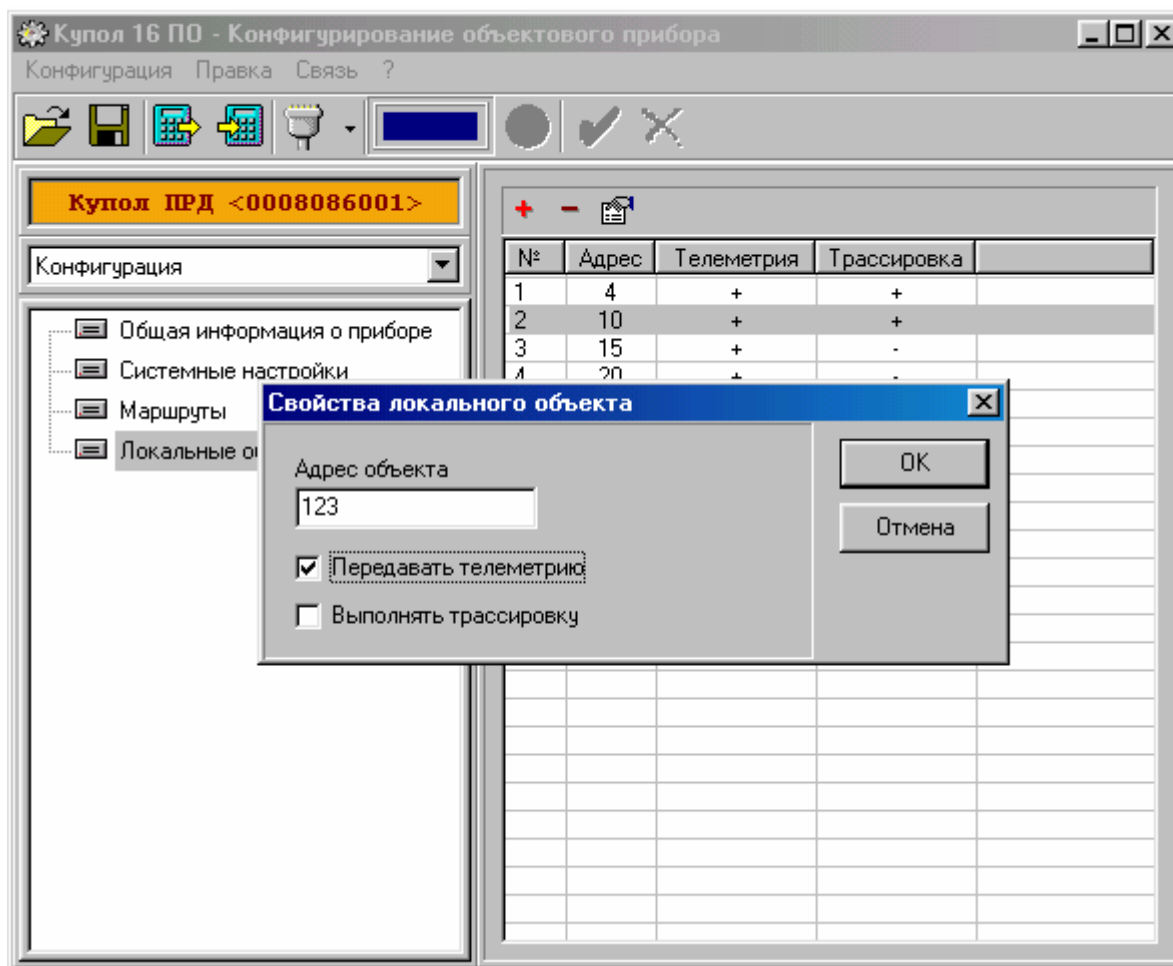

Рис. 10.6. Типовое окно создания нового локального объекта.
10.2.4.2.6.1. Для создания нового маршрута нажмите кнопку  в окне редактирования локальных объектов, после чего программа конфигурирования выведет окно со свойствами создаваемого локального объекта. Типовое окно создания локального объекта приведено на рис. 10.6.